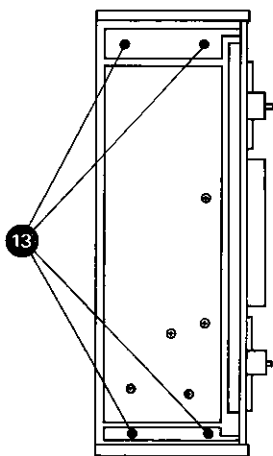

Fig. 3.3.-3
- Dévisser les deux vis se trouvant aux extrémités de la plaque de commande (11), tenir cette dernière contre soi par le bas.
- Déconnecter les trois fiches peigne (12) Fig. 3.3. – 2.
- Dévisser les 4 (grandes) vis se trouvant à la base du pupitre de mélange (13) (Fig. 3.3. – 3).